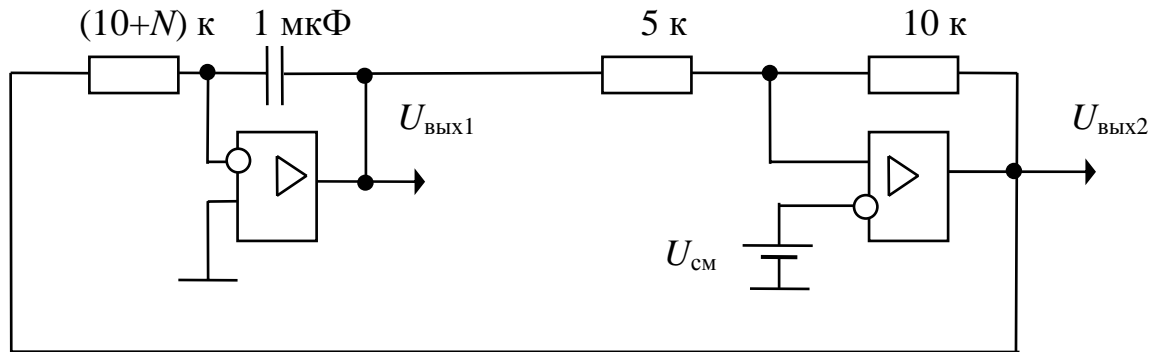

Рис. 5
5. Собрать и испытать генератор напряжений треугольной и прямоугольной формы (рис. 5). Напряжение смещения установить равным  $U_{\text{см}}=1$  мВ. Оценить частоту и амплитуду генерируемых колебаний. Сравнить с расчетными значениями. Привести в отчете совмещенные временные диа-